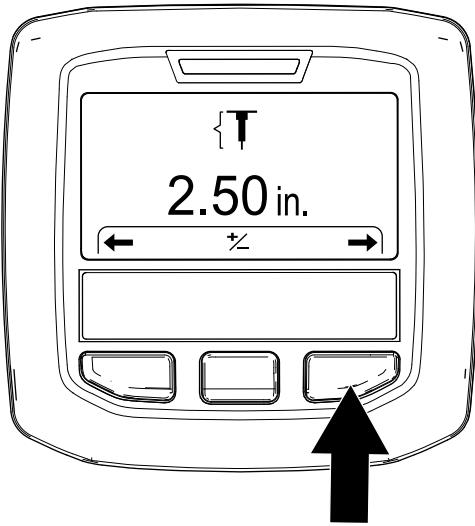

图 47
3. 按右侧 InfoCenter 信息中心按钮可显示“设置孔深”屏幕 图 47。